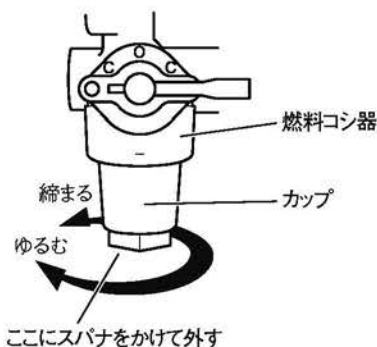

図 4-12 燃料コシ器（カップ）
2. 燃料コシ器下部の四角部を、工具（二面幅（10mm））でゆるめて、燃料コシ器のカップを外します。（図 4-12）